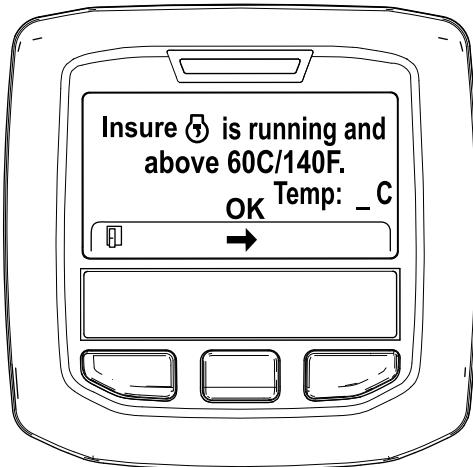

Bild 51
5. Wenn die Kühlmitteltemperatur unter 60°C liegt, wird die Meldung „Insure is running and above 60C/140F“ angezeigt (Bild 51).